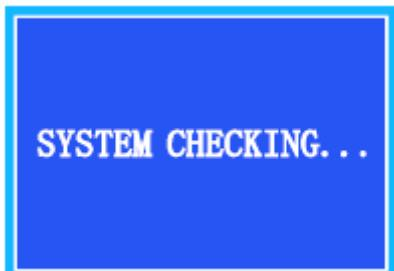

Рис.2.
- 2) Нажмите на клавишу Ввод в течение 3-х секунд, на дисплее высвечивается логотип и соответствующее напоминание. Одновременно происходит вход в функцию самодиагностики (см.рис.2).